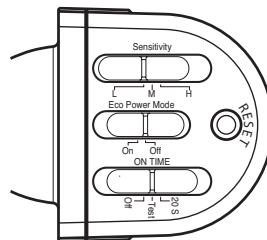

Figure 7
- Pour une installation sous l'avant-toit, assurez-vous que le capteur est situé à l'opposé du mur du bâtiment (voir la page 19). Faites pivoter le détecteur de sorte que les commandes situées sur le dessous du détecteur (voir la Figure 7) soient face au sol.
1. Placez le commutateur de sensibilité (SENS) en position « L », le commutateur de fonctionnement (ON-TIME) en position TEST et le commutateur ECO POWER MODE en position OFF (voir la Figure 7).
- Bouton de réinitialisation (voir la Figure 7) : utilisez un trombone et appuyez sur le bouton de réinitialisation pendant 15 secondes pour réinitialiser la lumière.